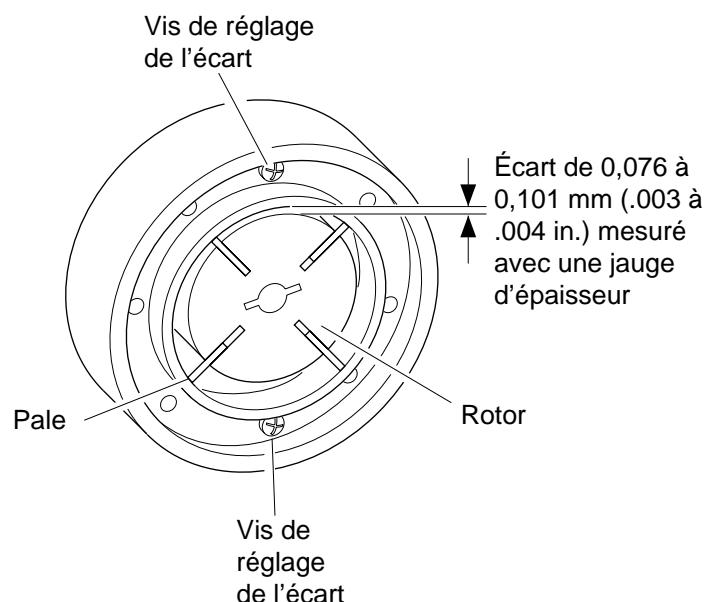

Figure 15 - Emplacement des vis de réglage de l'écart
9. Vérifier le dégagement du rotor. Si nécessaire, le régler de 0,076 à 0,101 mm (.003 à .004 in.) (voir figure 15).